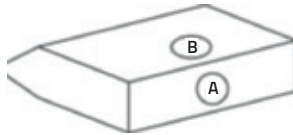

Fig. 5
**2.** Decida sobre la posición del orificio para la salida de aire: El agujero puede estar en la pared o el techo, de acuerdo a sus necesidades, debe estar en línea vertical con la campana. Tenga en cuenta que la campana puede expulsar el aire a través de la abertura posterior A (Fig. 5) o a través de la abertura superior B.